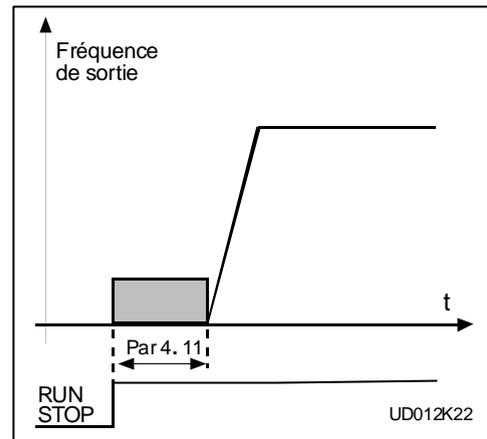

Figure 4.5-15 Temps de freinage à CC au démarrage.
- >0 Le freinage à courant continu est activé quand la commande de démarrage est donnée et ce paramètre définit le temps avant que le freinage soit relâché. Après que le freinage est relâché, la fréquence de sortie augmente selon le paramètre de fonction de démarrage réglé 4.6 et les paramètres d'accélération (1.3, 4.1 ou 4.2, 4.3), voir figure 4.5-15.